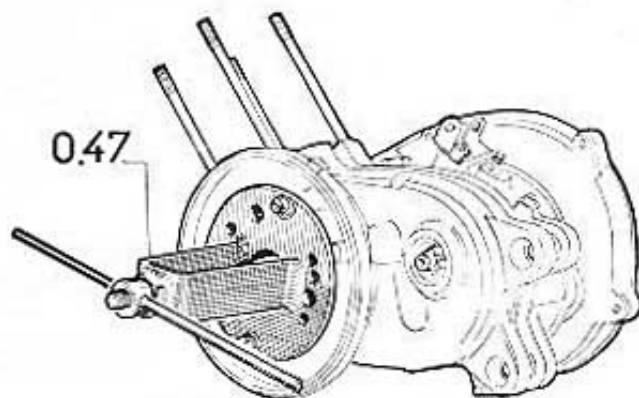

Fig. 31
- A l'aide de l'ensemble des outils 0.47, 0.78 B et 0.47 D montés sur le carter gauche, amener les plans de joint en contact. Veiller à ce qu'ils restent parallèles au moment où les silenblochs s'engagent (fig. 31).